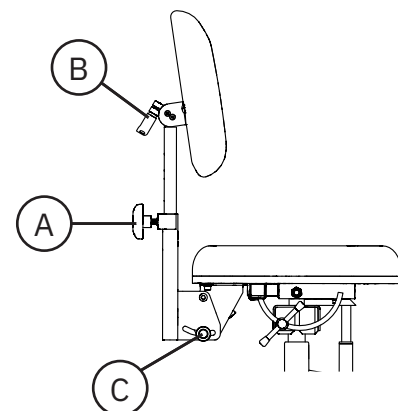

Abb. 5.24. Rückenlehnenmechanismus Standard.
Bei der Standard-Ausführung können die Höhe (A), der Winkel der Rückenlehne (B) und der Winkel der Rückenlehnenfunktion (C) eingestellt werden, siehe Abb. 5.24. Die Rückenlehnenfunktion erlaubt eine Neigung der Rückenlehne von bis zu 15° nach vorn und 30° nach hinten.